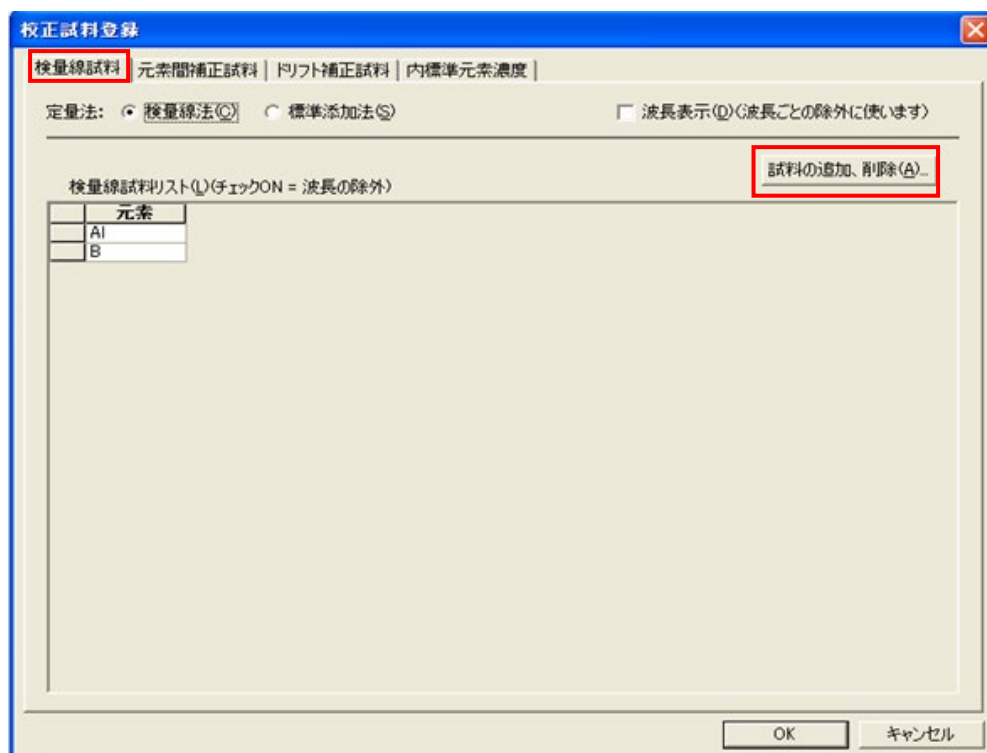

図 23
- ① 校正試料は、「検量線試料」「元素間補正試料」「ドリフト補正試料」「内標準元素濃度」4つのタブがあります。初期設定で「検量線試料」のタブが表示されます。図 23
- ② 「試料の追加・削除」を選択します。